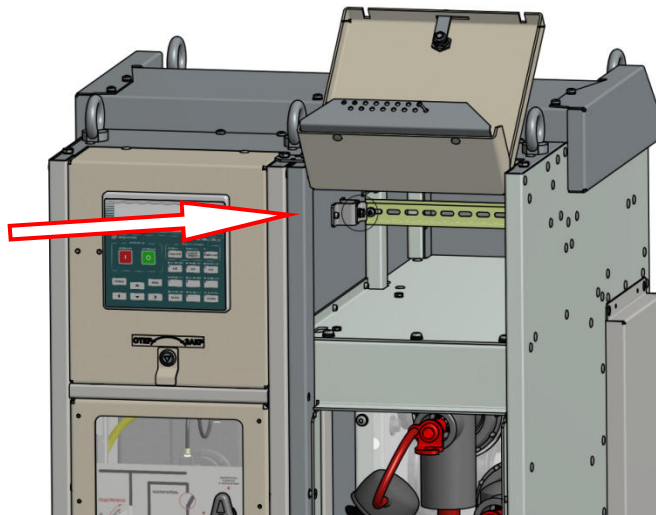

Рис.3.32. Усатновка держателя TER_SGunit_Holder_58
4. При необходимости монтажа вспомогательного оборудования в низковольтном отсеке шкафа ШС предусматривается возможность установки вспомогательного держателя TER_SGunit_Holder_58, рис. **Рис.3.32**.